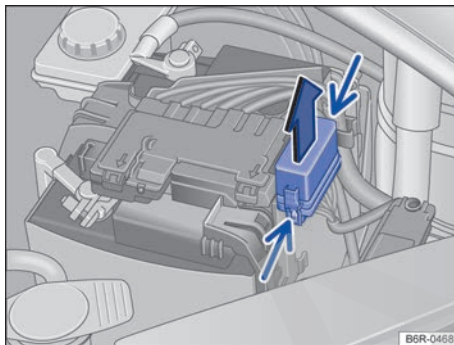

Fig. 141 En el compartimento del motor: retirar la cubierta de la caja de fusibles.
- Presionar las trabas en el sentido de la flecha (flecha angosta) para desbloquear la cubierta de la caja de fusibles → fig. 141.